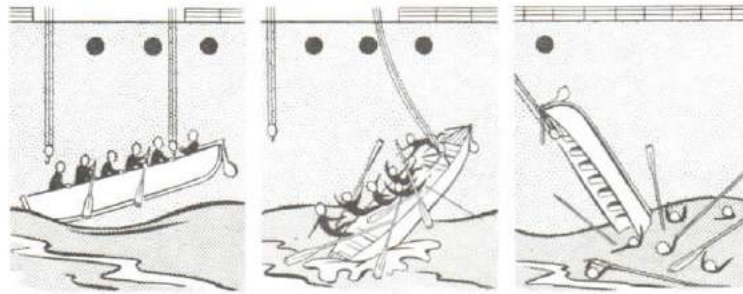

Figure 12-17
1. Suppose the ship was moving when the boat was slipped. Also, suppose for some reason the after disengaging gear didn't work, what would happen? See Figure 12-17.
1. Supposons que le navire se déplace au moment du décrochage d'une embarcation. Supposons aussi que, pour une raison quelconque, l'appareil de déclenchement arrière n'ait pas fonctionné. Qu'arriverait-il? (voir la figure 12-17).